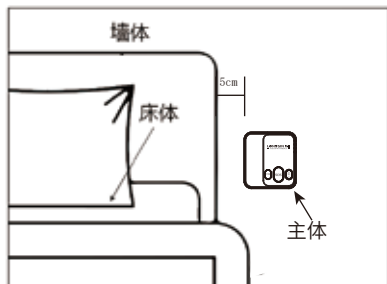

图1
1. 安装在床边,通常将产品安装在离床边不大于5cm的地方。如图1;